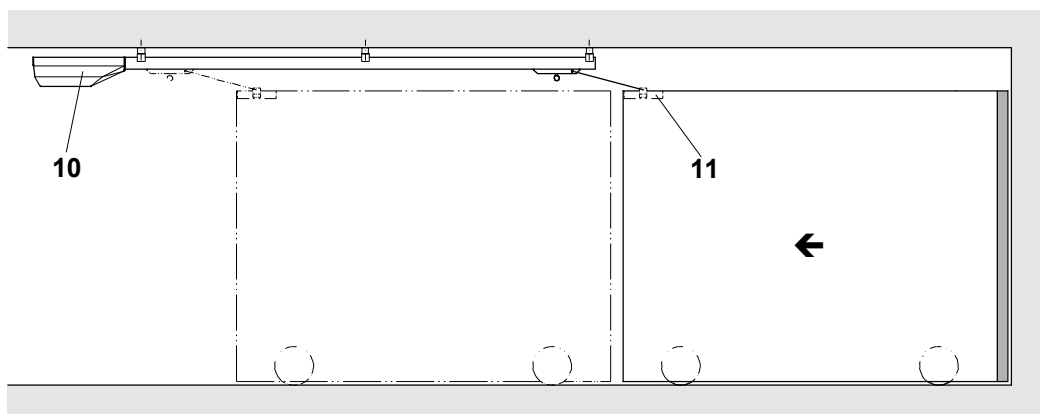

Fig. 3
B) Testa motrice (10) dietro la porta aperta. Fig. 3